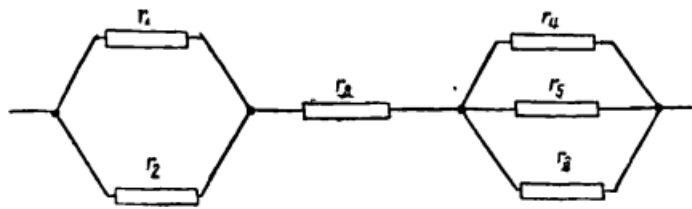

Рис.3. Схема з'єднання
5. Визначити загальний опір з'єднання розташованого у схемі (рис.3), якщо $r_1 = 2$ му, $r_2 = 3$ Ом, $r_3 = 5$ ом, $r_4 = 4$ ом, $r_5 = 8$ ом, $r_6 = 6$ ом.